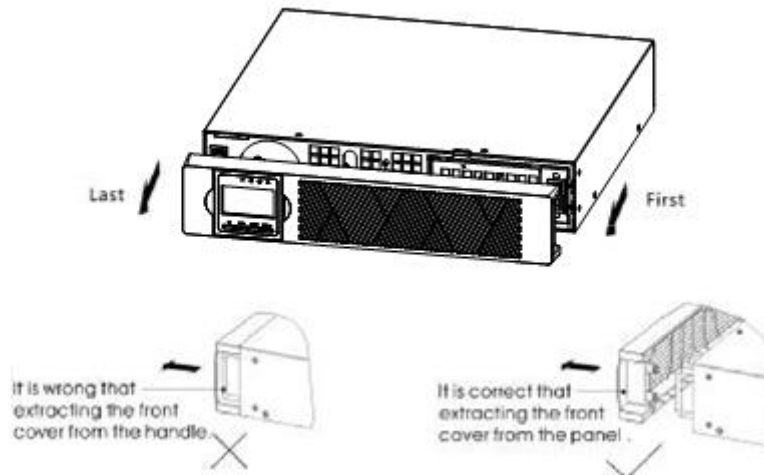

Abbildung 8
(1) So schließen Sie die optionalen Batterieerweiterungsschränke (EBP) wie folgt an die USV an:
a) Entfernen Sie die Frontblende jedes einzelnen Schrankes (Abbildung 8).